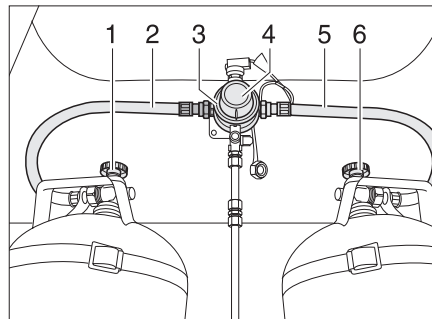
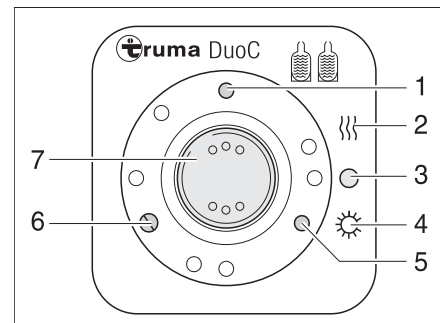

Fig. 159 Instalación de conmutación DuoControl
Fig. 160 Unidad de mando
La instalación de conmutación DuoControl consta de un regulador de conmutación (Fig. 159,3) y la unidad de mando (Fig. 160). El regulador de conmutación está montado entre las gomas del gas (Fig. 159,2 y 5). Con el botón giratorio (Fig. 159,4) en el regulador de conmutación se puede determinar cuál de las bombonas de gas se usará como bombona de servicio y cuál bombona de gas como bombona de reserva.
En la unidad de mando (Fig. 160) únicamente pueden conmutarse las funciones eléctricas. Las llaves de paso principales de las bombonas de gas (Fig. 159,1 y 6) deben abrirse a mano.
El regulador de conmutación garantiza una presión del gas constante, independientemente de cuál bombona de gas está suministrando el gas. Las dos luces de control en la unidad de mando indican el nivel de llenado de la bombona de servicio. Cuando la luz de control verde (Fig. 160,6) se ilumina, la bombona de servicio está llena. Cuando la luz de control roja (Fig. 160,5) se ilumina, la bombona de servicio está vacía. El suministro de gas se realiza entonces a través de la bombona de reserva.
- Abrir las llaves de paso principales en las bombonas de gas (Fig. 159,1 y 6).
- Con el botón giratorio (Fig. 159,4) en el regulador de conmutación (Fig. 159,3), seleccionar la bombona de gas de la cual se debe tomar el gas preferentemente (bombona de servicio).
- Conectar la instalación de conmutación DuoControl en la unidad de mando (Fig. 160).
- Poner para ello el interruptor basculante (Fig. 160,7) en modo de invierno "Indicación a distancia On y calentar" (Fig. 160,2) o en modo de verano "Indicación a distancia On" (Fig. 160,4). El regulador de conmutación está ahora desaireado. La luz de control amarilla (Fig. 160,1) se enciende, si se ha elegido el modo de invierno y conectado el deshelador de reguladores.
- Poner el interruptor basculante (Fig. 160,7) en "O" (Fig. 160,3). La luz de control amarilla (Fig. 160,1) se apaga.
- Cerrar las llaves de paso principales en las bombonas de gas (Fig. 159,1 y 6).
Las luces de control en la unidad de mando (Fig. 160,5 y 6) indican en el interior del vehículo, si la bombona de servicio está lista para el funcionamiento.
Si durante el funcionamiento la luz de control verde (Fig. 160,6) se apaga y la luz de control rojo (Fig. 160,5) se enciende, la bombona de gas seleccionada como bombona de servicio está vacía y debe cambiarse. La bombona de reserva seguirá suministrando gas a los consumidores de gas.